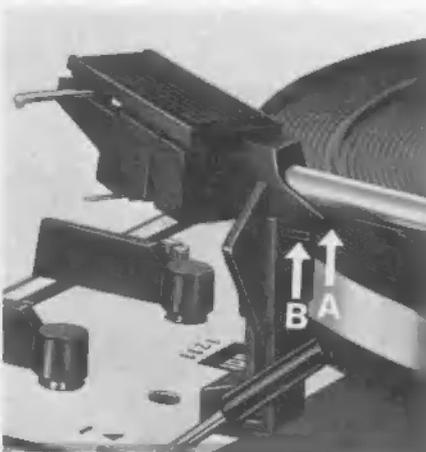

Fig. 19
3. Rändelschraube ③ verdrehen, bis der Tonarm in waagerechter Stellung bleibt. Durch Drehen der Schraube nach links (bei Betrachtung des Gerätes von vorne) wird der Tonarm angehoben (entlastet), durch Drehen nach rechts senkt sich der Tonarm ab. Der Tonarm ist exakt ausbalanciert, wenn Kante „A“ des Tonarmprofils und Kante „B“ der Tonarmstütze auf gleicher Höhe sind (Fig. 19), oder wenn der Tonarm sich nach Antippen in vertikaler Richtung wieder von selbst in die horizontale Lage einpendelt. Eine präzise Tonarmbalance ist vor allem bei Tonabnehmersystemen mit kleiner Auflagekraft wichtig. Der Tonarm ist nur einmal auszubalancieren, es sei denn, Sie wechseln das Tonabnehmersystem.